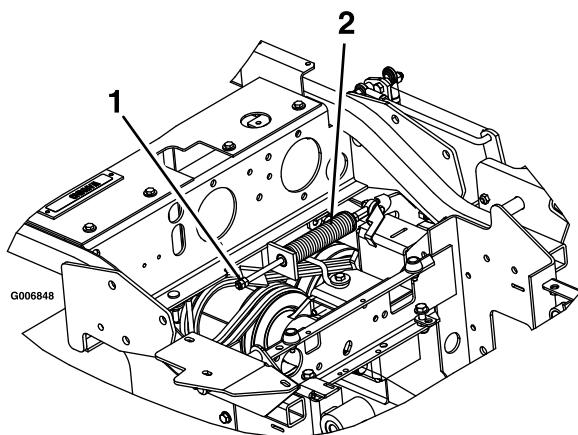

Figura 56
3. Localice el muelle del freno y desenrosque las dos contratuerca hasta el extremo de la varilla del muelle del freno (Figura 56).